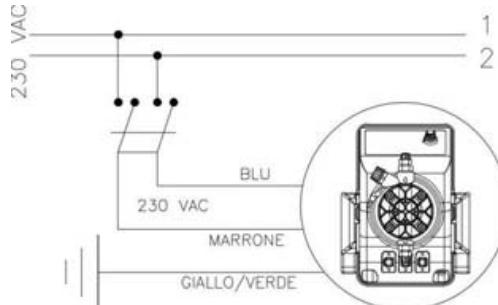

Abb. 4
1. Zu prüfen, dass diese elektrisch mittels Lösen der Leitungen von den Kontaktstellen zum Netz durch Öffnen des allpoligen Schalters mit einem minimalen Kontaktabstand von 3mm ausgeschaltet wurde (beide Polaritäten) (Abb. 4)
b.- Beachten Sie die in den verschiedenen Ländern gültigen Bestimmungen zur elektrischen Installation (Abb. 4).